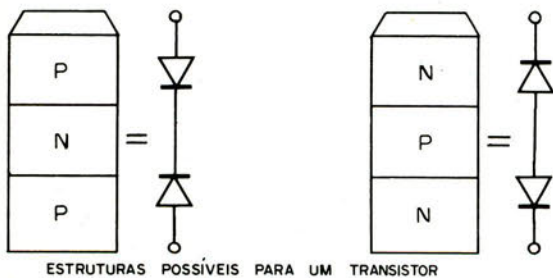

FIGURA 4
Cada um dos pedaços de material semicondutor terá em si um terminal de ligação, correspondendo a um eletrodo o qual recebe uma denominação determinada. Os transistores tanto do tipo PNP como NPN possuem portanto um emissor (E); um coletor (C) e uma base (B). (figura 4)